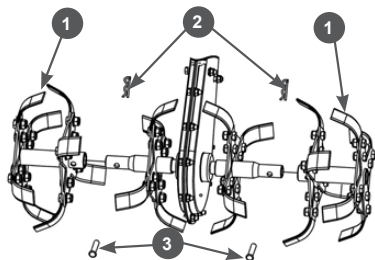

Рис. 3 Установка фрез
2. Установите внешние фрезы 1 (Рис. 3). Совместите отверстия в переходниках внутренних и осей внешних фрез и вставьте в отверстия пальцы 3. Зафиксируйте пальцы шплинтами 2 (Рис. 3).